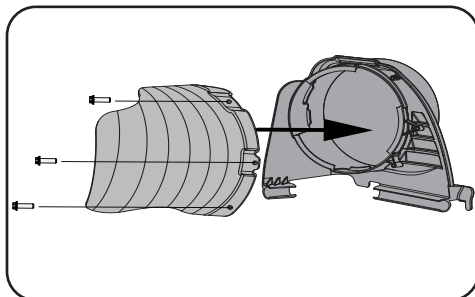

Figura 4-9
- Conecte el soporte del canal superior al deflector del canal mediante los tres (3) tornillos suministrados en el paquete de hardware 689-02299. Consulte la Figura 4-9.